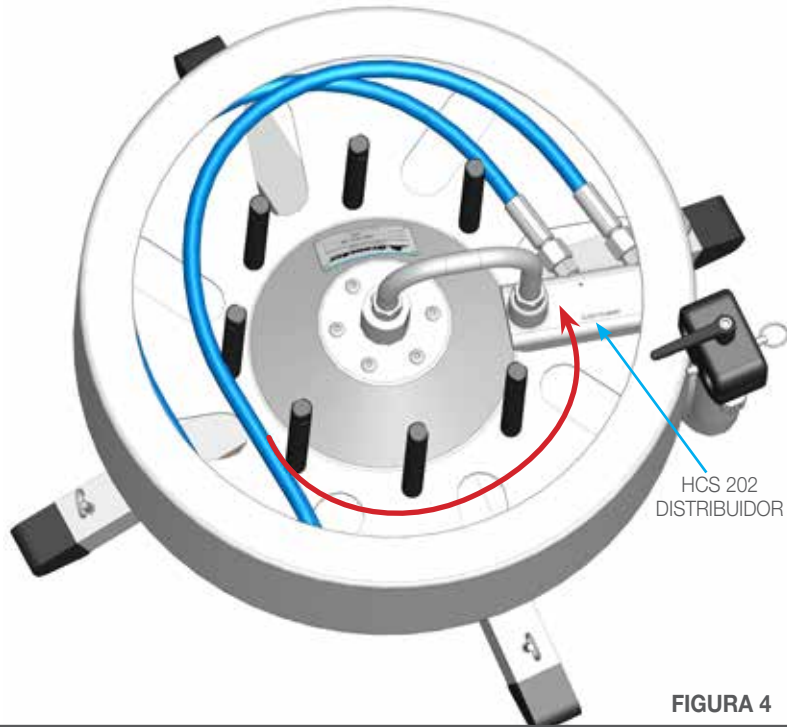

FIGURA 4
1. Enrosque las mangueras de alta presión al distribuidor HCS 202 y extienda el resto de las mangueras envolviéndolo entre las varillas, en dirección de la flecha roja (**Figura 4**).